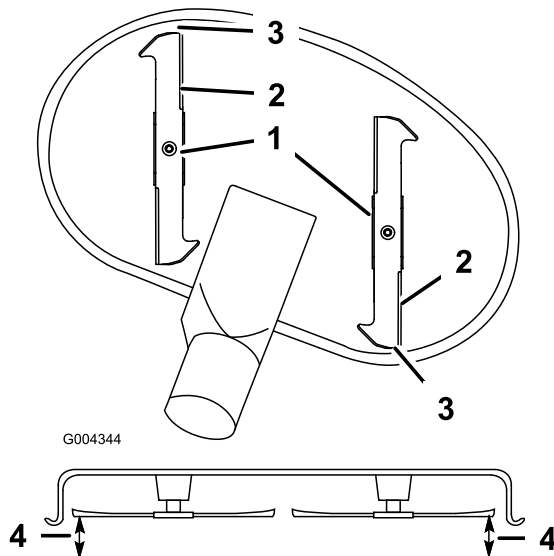

Bild 55
9. Stellen Sie die Schnitthöhe auf die Stellung **D** (76 mm) und drehen Sie die Messer vorsichtig, sodass sie nach vorne und hinten zeigen (Bild 55).
10. Messen Sie zwischen der Messerspitze vorne und hinten und der ebenen Fläche (Bild 55). Stellen Sie, wenn die vordere Schnittemesserspitze nicht um 1,6 bis 7,9 mm tiefer liegt als die hintere, die vorderen Sicherungsmuttern ein.